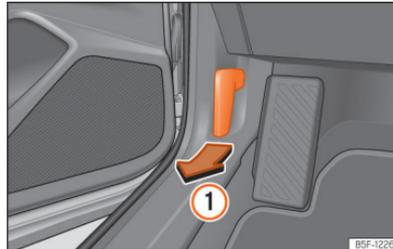

Abb. 203 Entriegelungshebel im Fahrerfußraum.
- Öffnen Sie die Tür und ziehen Sie an dem Hebel unterhalb der Instrumententafel >>> (Abb. 203) ①.